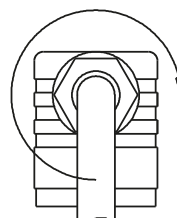
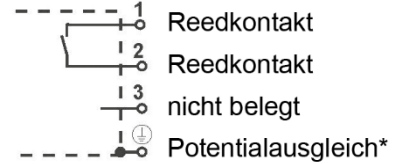

Abb. 5
Abb. 7
- ↖ Schließen Sie das Kabel, wie im Anschlussbild unten dargestellt, an (→ S. 10, Abb. 7)
- ↖ Drücken Sie das Innenteil ⑧ bis zum Einrasten in die Leitungsdose ②.
- ↖ Stecken Sie die Zentralschraube in die Leitungsdose und ziehen Sie die Kabelverschraubung an (→ Abb. 5).